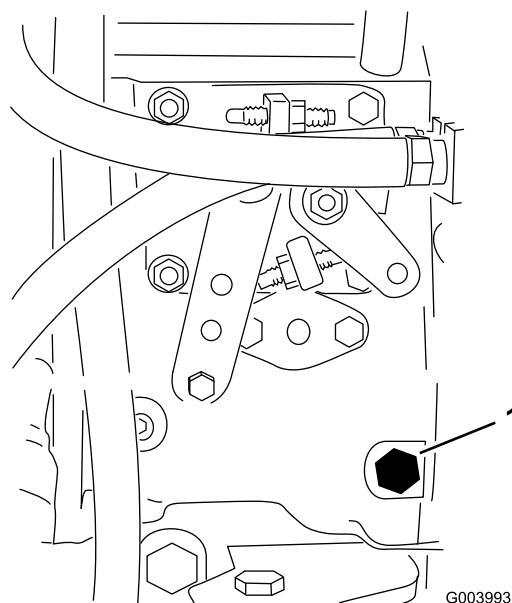

Рисунок 48
3. Отпустите винт стравливания давления воздуха из топливного насоса для впрыска топлива (Рисунок 48) 12-миллиметровым ключом.